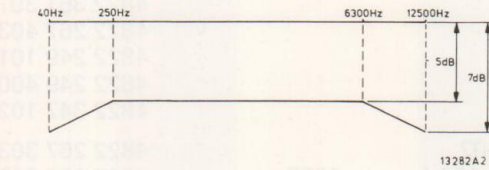

Fig. 5
- De frekwenties tussen 40 en 12.500 Hz moeten binnen de grafiek van Fig. 5 liggen.
- Stuur een zodanig signaal van 333 Hz in op de DIN-bus E106 punt 1 (4) dat de indicatoren 0 dB aanwijzen.
- Spoel de gemaakte opname af en geef de gevonden waarden weer in een grafiek. Fig. 5 geeft aan binnen welke grenzen de karakteristiek moet liggen (Eventueel de voormagnetisatiestroom naregelen).